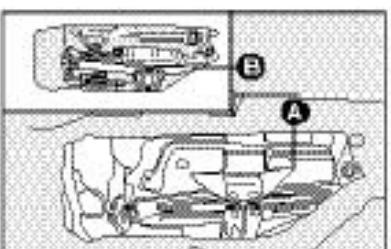

fig. 5
– Retirar o suporte de ferramentas A-fig. 5 de sua sede.
Para versão Adventure, não é necessário retirar o suporte de ferramentas de sua sede para retirar o macaco e as demais ferramentas detalhe B-fig. 5.